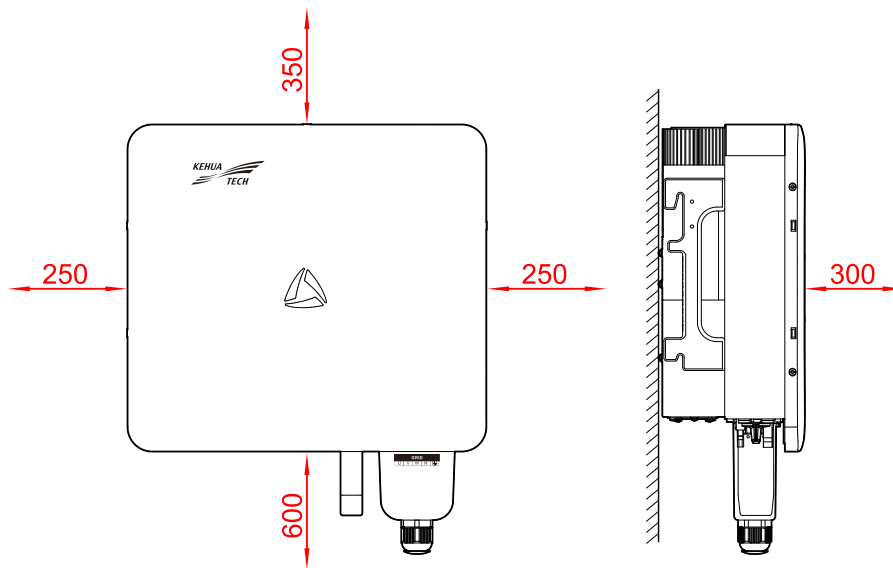
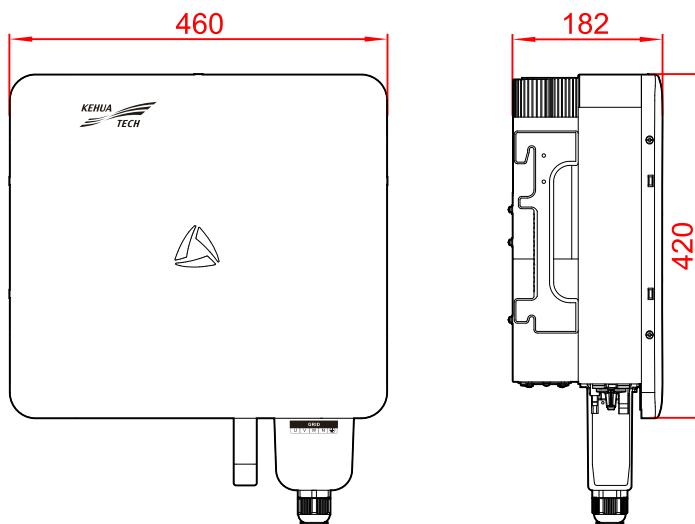

Figura 3-3 Espaço de instalação (unidade: mm)
Figura 3-6 Tamanho (unidade: mm)
Mantenha uma folga de pelo menos 300 mm da frente do inversor em relação a outros objetos, pelo menos 250 mm do lado esquerdo e direito do inversor em relação a outros objetos, pelo menos 350 mm da parte superior do inversor em relação ao teto e pelo menos 600 mm da parte inferior do inversor em relação ao solo, o que é bom para dissipação de calor ou manutenção, como exibido na Figura 3-3.
- Etapa 1 Determine o local de instalação de acordo com o tamanho do inversor (como exibido na Figura 3-6) e a folga de instalação (como exibido na Figura 3-3).